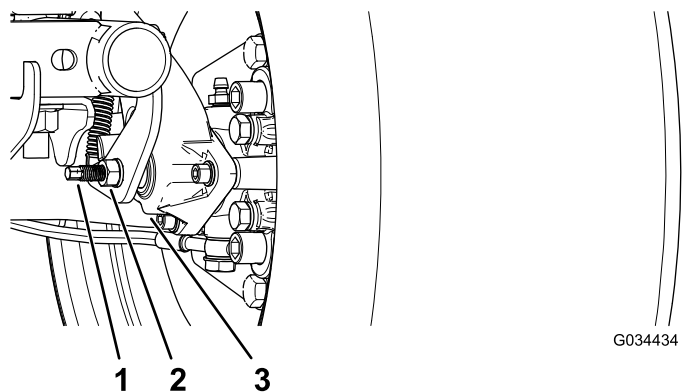

図 50
3. レンチを2本使用し、1本のレンチでキャリパの調整ポストが回らないように保持しながら、もう1本でジャムナットを1/4回転ゆるめる 図 50。
4. 調整ポストとジャムナットを保持した状態で、調整ポストを回して締め付ける 図 50。
5. 調整ポストとジャムナットを保持した状態で、1/4回転だけでもどす 図 50。
6. 調整ポストとジャムナットを保持した状態で、ジャムナットを締め付ける 図 50。